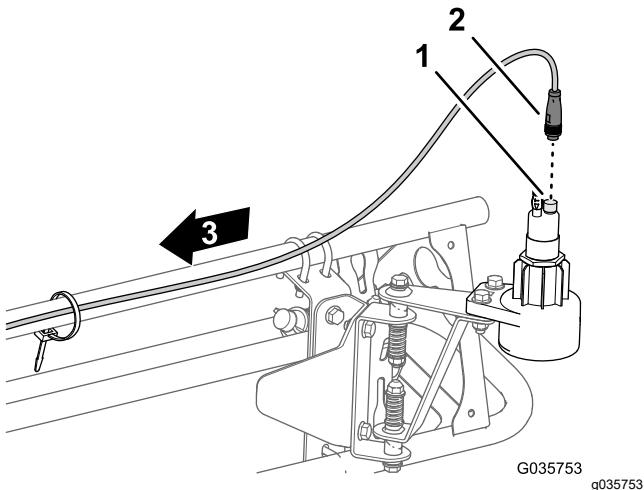

Figura 22
1. Collegate il connettore a 4 prese rotondo del cablaggio preassemblato del sensore per il connettore a 4 pin del sensore (**Figura 22**).